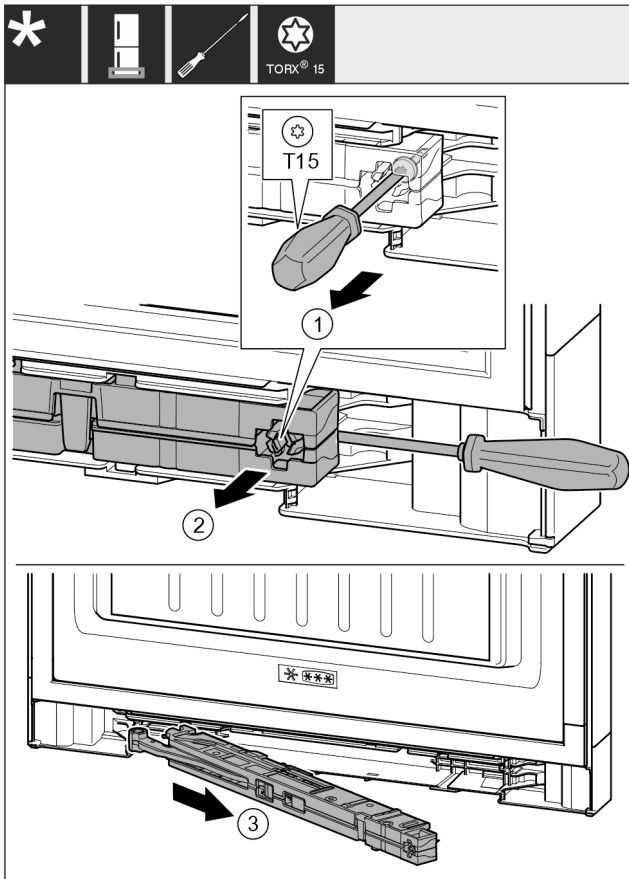

Fig. 19
- Schraube Fig. 19 (1) an Schließdämpfereinheit mit Schraubendreher 14 mm (9/16 in) lösen.
- Schließdämpfereinheit Fig. 19 (2) griffseitig mit Schraubendreher nach vorne aushebeln.
- Schließdämpfereinheit Fig. 19 (3) herausziehen.